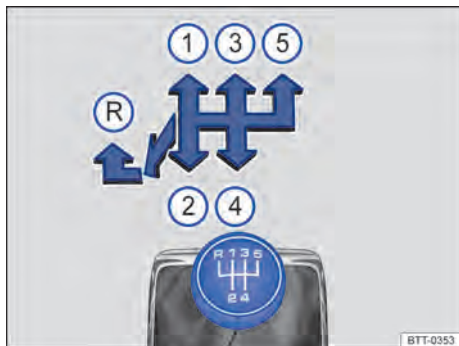

Fig. 87 Esquema de troca de marchas da transmissão manual de 5 marchas.
As posições de cada marcha estão representadas na alavanca de troca de marcha → **Fig. 87**.
- Empurrar a alavanca de troca de marcha totalmente para a esquerda e depois para frente até a posição da marcha a ré → **Fig. 87** **Ⓡ**.